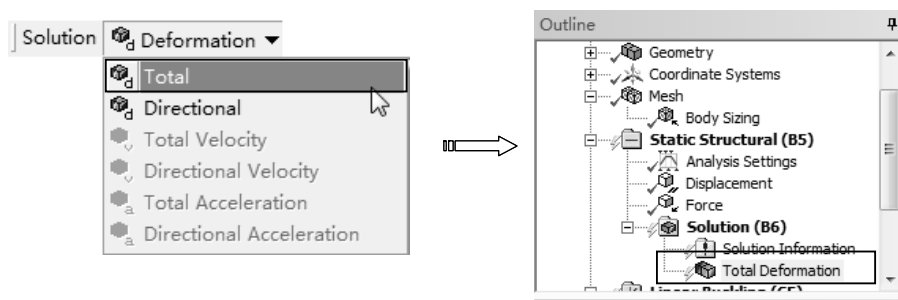

图 9-35 添加变形求解项
- 2) 求解变形。单击【Solution】工具栏上的【Deformation】|【Total】命令，此时在分析树中插入【Total Deformation】项，如图 9-35 所示。